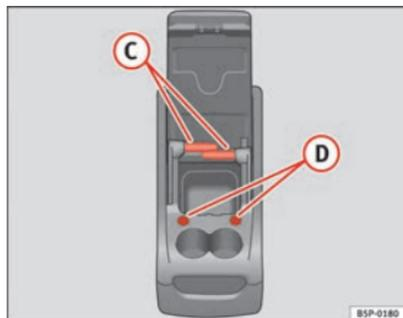

Fig. 115 Rangement mobile. Fonctions
Pour utiliser la table (C) ⇒ fig. 115, il faut l'extraire de son logement sur le côté du rangement mobile et la placer dans son logement (D) ⇒ fig. 115 sur la partie frontale du rangement mobile.